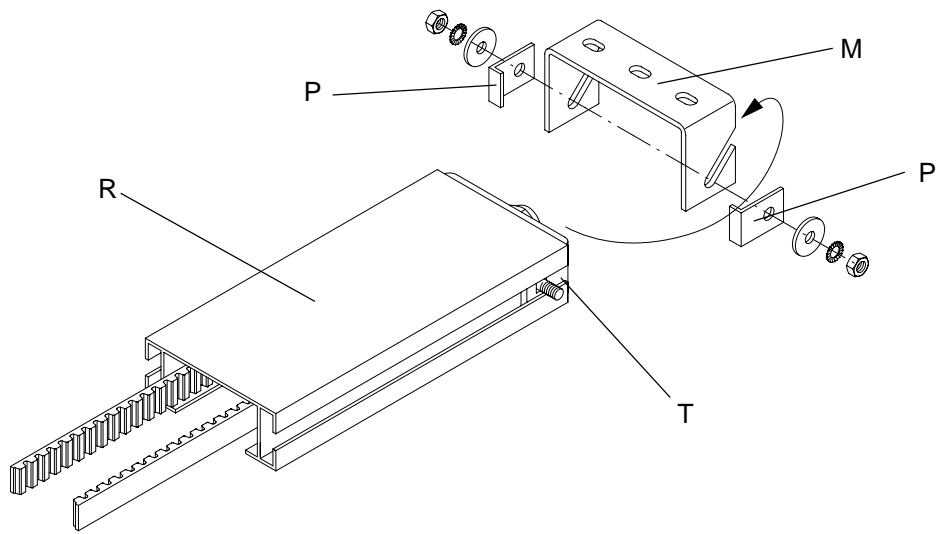

Fig.6
N.B.: Nel caso di montaggio secondo fig. 6 lo spazio min. tra porta e soffitto deve essere di 75 mm.
P.N. In case the assembling is made to fig. 6, the min. space between door and ceiling must be 75 mm.
Anmerkung. Bei Montage nach Bild 6 muß der Mindestabstand zwischen Tor und Decke 75 mm betragen.
N.B. *Dans le cas d'un montage selon la fig. 6, l'espace minimum entre la porte et le plafond doit être de 75 mm.*
NOTA: En el caso del montaje según la fig. 6 el espacio mínimo entre la puerta y el techo debe ser de 75 mm.